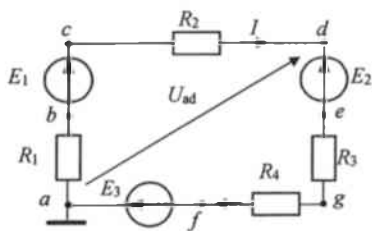

Рис. 1
- 2) определить напряжение U_{ad} (для схемы рис. 1) или U_{ce} (для схемы рис. 2);